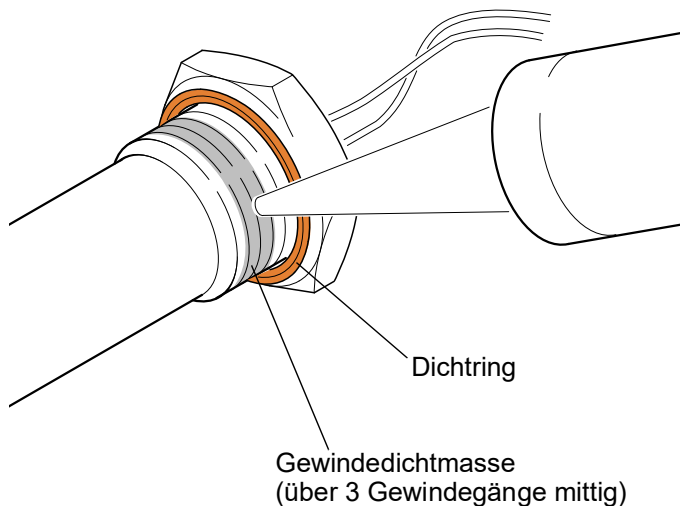

Abb. 806
3. Gewindedichtung entsprechend den Verarbeitungshinweisen des Herstellers auf das Gewinde, siehe Abb. 806, der Heizpatrone (1, Abb. 803, Blatt 2) oder der Verschlusschraube (3) auftragen.